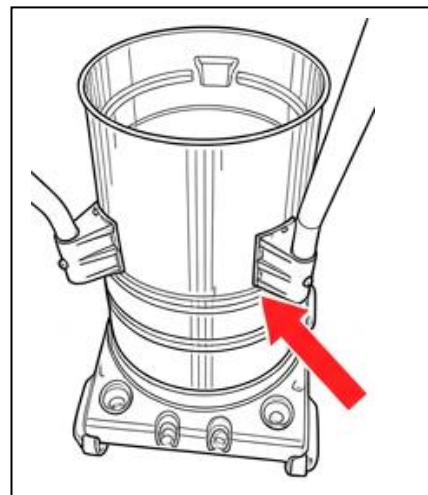

Рис. 7
■ *Проверьте свободу хода поплавка (рис. 7). При заполнении бака он перекрывает всасывание. Двигатель может продолжать работать: при изменении звука и прекращении всасывания сразу выключите прибор и опорожните бак.*